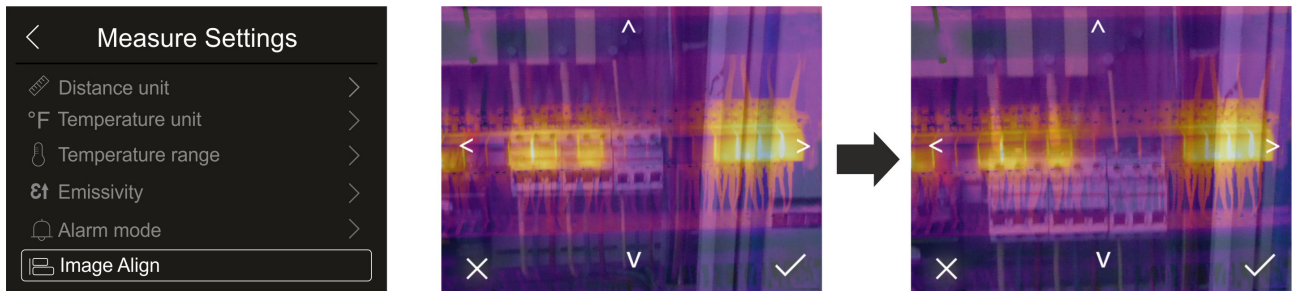

Fig. 30: Alineación de la imagen en el visualizador
1. Toque el texto “Image Align”. La Fig. 30 – parte central se muestra en el visualizador en el que aparece una superposición de las dos imágenes con un nivel bajo de infrarrojos.
2. Toque las 4 flechas presentes en el visualizador para desplazar la imagen IR superponiéndola a la visible (ver la Fig. 30 – parte derecha)